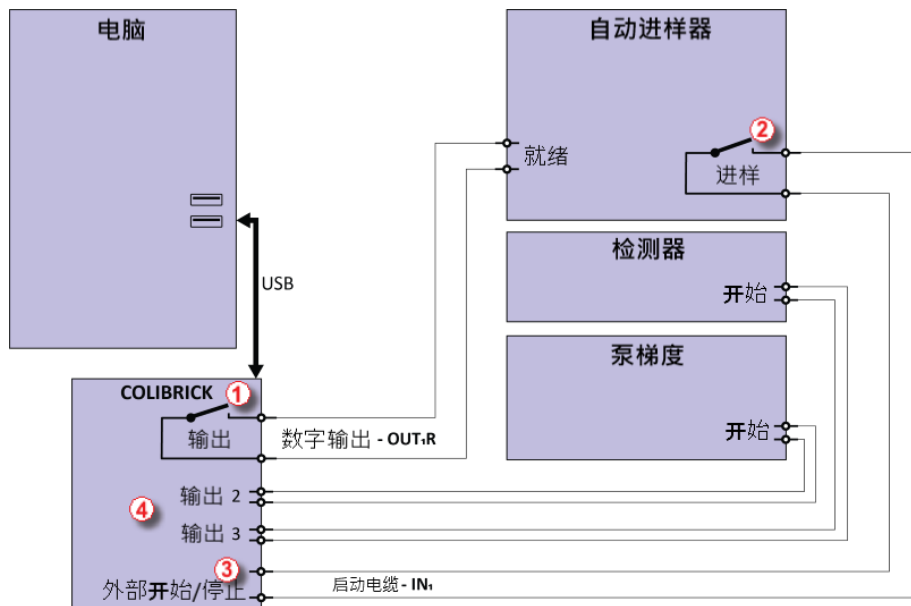
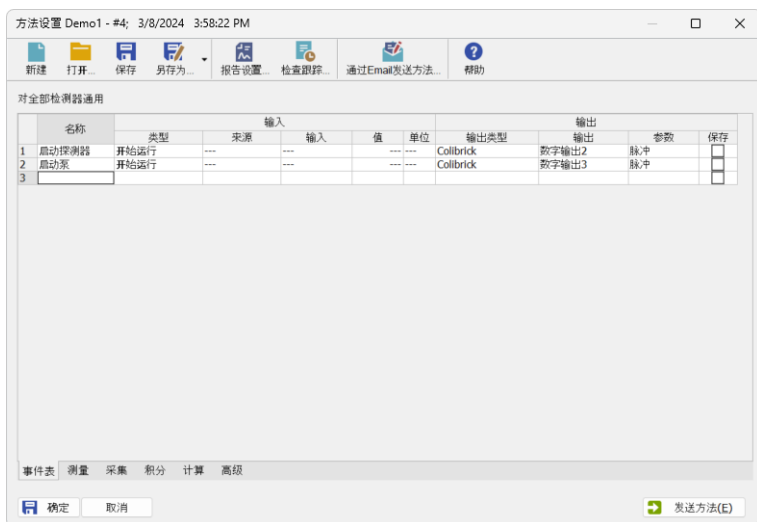

图25: 液相色谱(LC)中没有AS控制模块的自动进样器接线
图27: Clarity中检测器和泵的开始事件表
自动进样器将在其输入触点闭合后启动进样①。进样后,自动进样器将闭合进样触点②,从而可以发出开始采集命令③。当使用附加设备(检测器,泵,等)时,建议将这些设备独立地连接到A/D转换器的其他数字输出④。针对每个设备需要在**事件表**(第39页第图27.)中有一个专用的行由**Clarity**来开始或停止。
可以从方法设置对话框中调用**事件表**,用来设置从Clarity启动的附加检测器和泵的事件。在最典型的设置中(如第38页第图25.所示),请按照第39页第图27.中的显示来设置事件表。